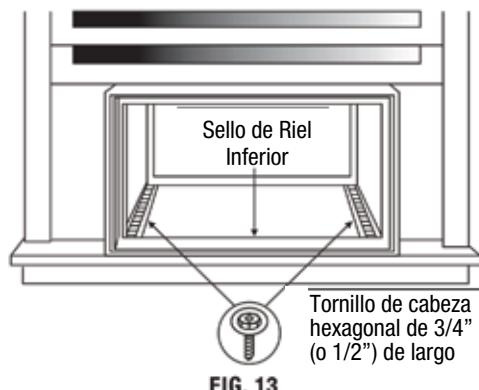

FIG. 13
5. Agregue el sello del riel inferior sobre el tornillo al alféizar de la ventana. (Vea la Fig. 13 en la página siguiente).